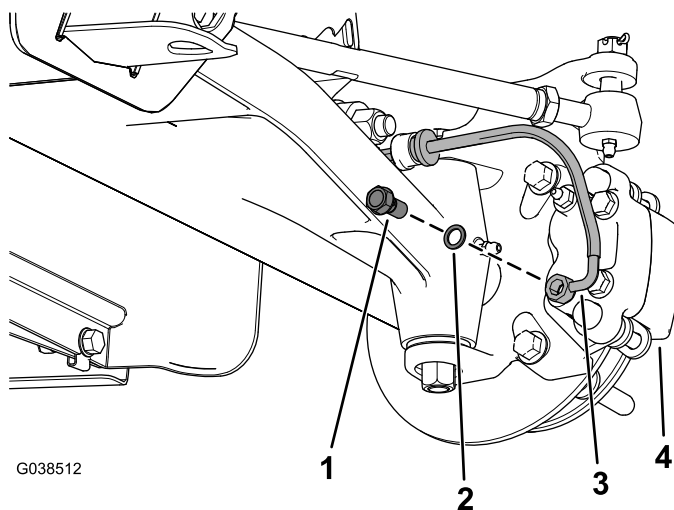

Figura 3
3. Retire o perno banjo e anilha do conjunto das maxilas do travão e retire a linha do travão frontal do conjunto da maxila do travão (Figura 3).
13. Instale a linha do travão frontal no conjunto da maxila do travão utilizando um perno banjo e duas anilhas banjo (Figura 3).